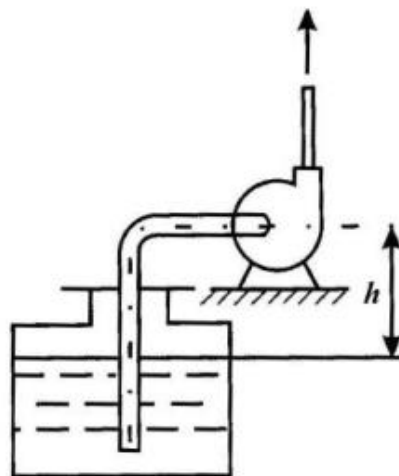

Рисунок 2
2. Минеральное масло ($\rho=810 \text{ кг/м}^3$, $\nu=3 \cdot 10^{-4} \text{ м}^2/\text{с}$) перекачивается из открытого резервуара (рис. 2) потребителю с расходом $Q=7,55 \text{ дм}^3/\text{с}$. Высота всасывания $h=2 \text{ м}$, показание вакуумметра, установленного в конце всасывающей линии ($l=10 \text{ м}$, $d=80 \text{ мм}$, трубы сварные новые), $p_v=49,1 \text{ кПа}$. Определить суммарный коэффициент местных сопротивлений на всасывающей линии, считая его не зависящим от числа Рейнольдса.